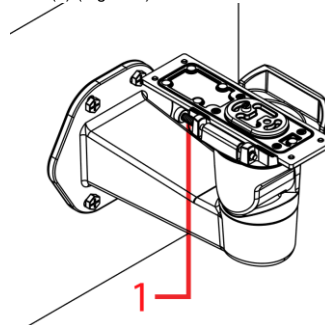

Figura 4
- A. Empuje el pasador (1) (Figura 4) de la articulación del brazo de montaje.